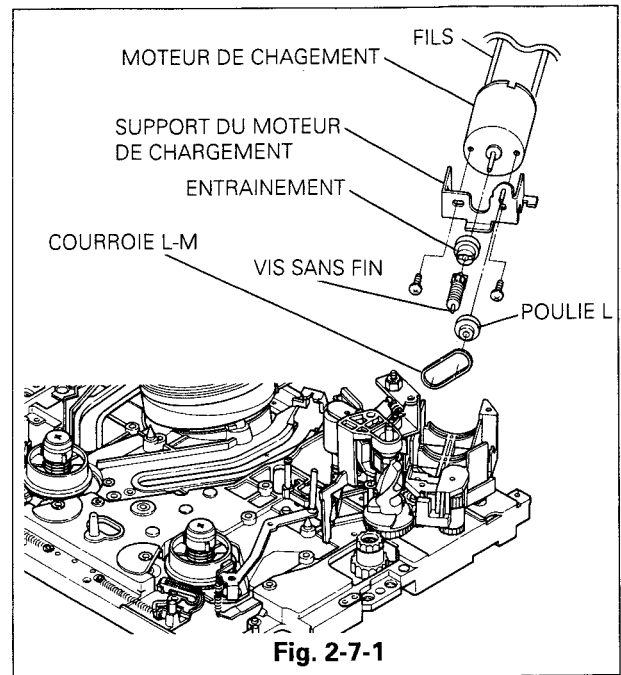

Fig. 2-7-1
### 2-7-1 Démontage (Fig. 2.7.1.;2.7.2)
- Oter la courroie L-M du moteur de chargement et de la poulie. (Type B uniquement) (Fig.2.7.1).
### 2-7-2 Installation (Fig. 2.7.1 ; 2.7.3)
- Fixer le moteur sur son support à l'aide des 2 vis (Fig.2.7.1).